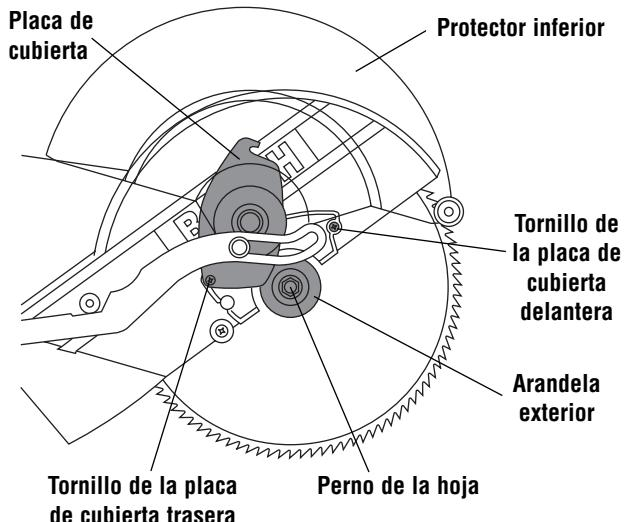

Figura 1. Remoción de la hoja
2. Afloje pero no quite los dos tornillos de la placa de cubierta (delantero y trasero) (Figura 1).
3. Suba el protector inferior y la placa de cubierta de manera que el perno de la hoja quede al descubierto (Figura 1).